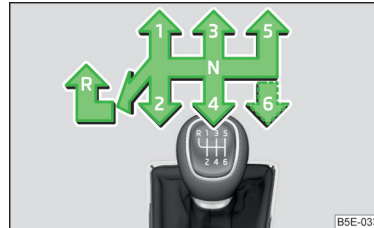

Abb. 244
Auf dem Schalthebel ist das Schaltschema für die einzelnen Gangstellungen dargestellt » Abb. 244.
- › Den Schalthebel nach vorn in **R**-Stellung stellen » Abb. 244.